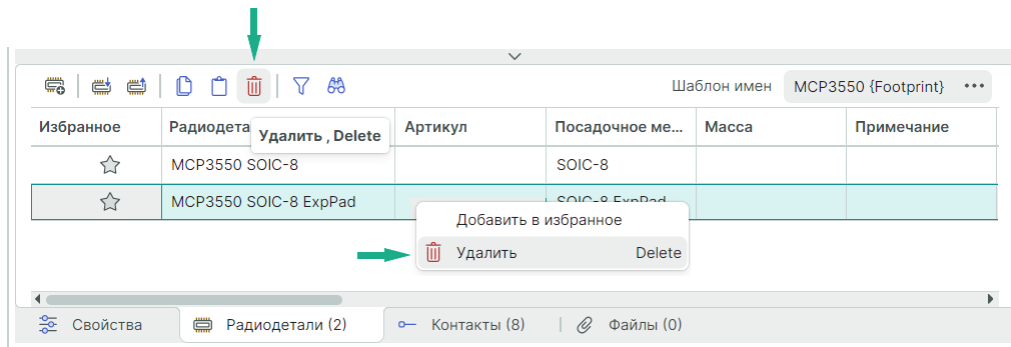

Рис. 311 Удаление радиодетали
2. Нажмите на символ  «Удалить выбранный элемент», см. Рис. 311.
Альтернативный способ удаления строки радиодетали – выбрать из контекстно меню команду «Удалить», см. Рис. 311.